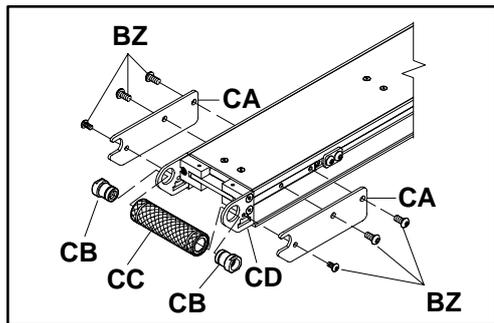
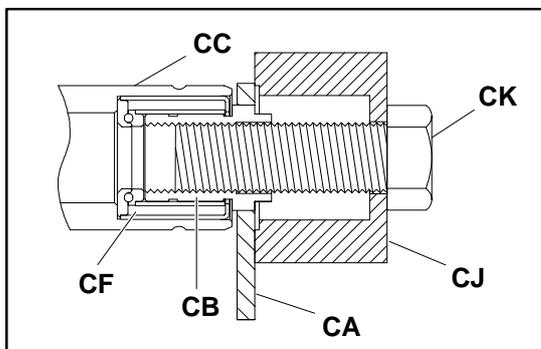

Abbildung 35
Abbildung 36
- Die Schrauben der hinteren Deckplatte (BZ siehe Abbildung 35) und hintere Deckplatten (CA) zu beiden Seiten des Förderers abnehmen.
- Den Lageramboß / das Lagerausbauwerkzeug (CJ siehe Abbildung 36), Teilnr. 25-09, über der Befestigungshülse (CB siehe Abbildung 35 oder Abbildung 36) positionieren.
- Den Gewindebolzen (CK siehe Abbildung 36), Teilnr. 906-278, durch den Lageramboß / das Lagerausbauwerkzeug (CJ) und in die Befestigungshülse (CB) einführen.
- Den Bolzen festziehen (CK), bis die Befestigungshülse (CB) von der Endantriebsplatte (CA) gelöst ist.
- Die Befestigungshülse (CB) vom Bolzen (CK) abnehmen und auf der anderen Seite ebenso verfahren.
- Die Rolle ausbauen (CC).